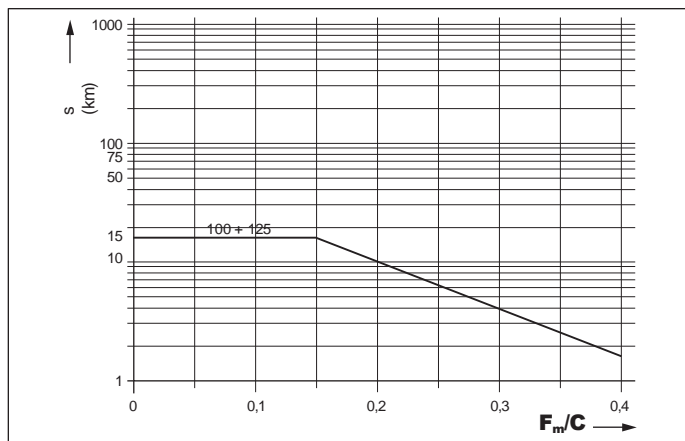

Figure 18
- ▶ Injecter la quantité minimale indiquée dans le tableau 15 dans le raccord de lubrification avant l'intervalle de relubrification (figure 18).
- ▶ Injecter la quantité minimale indiquée dans le tableau 15 dans chaque raccord de lubrification avant l'intervalle de relubrification (figure 18).
Le nombre d'impulsions nécessaire à cet effet est le quotient en nombre entier déterminé à partir de la quantité de relubrification minimale indiquée dans le tableau 15 et de la plus petite taille de distributeur à piston admissible (\triangleq quantité par impulsion minimale) indiquée dans le tableau 16. La plus petite taille de distributeur à piston admissible dépend également de la position de montage. La cadence de lubrification est alors déterminée en divisant l'intervalle de relubrification (selon figure 18) par le nombre d'impulsions déterminé.